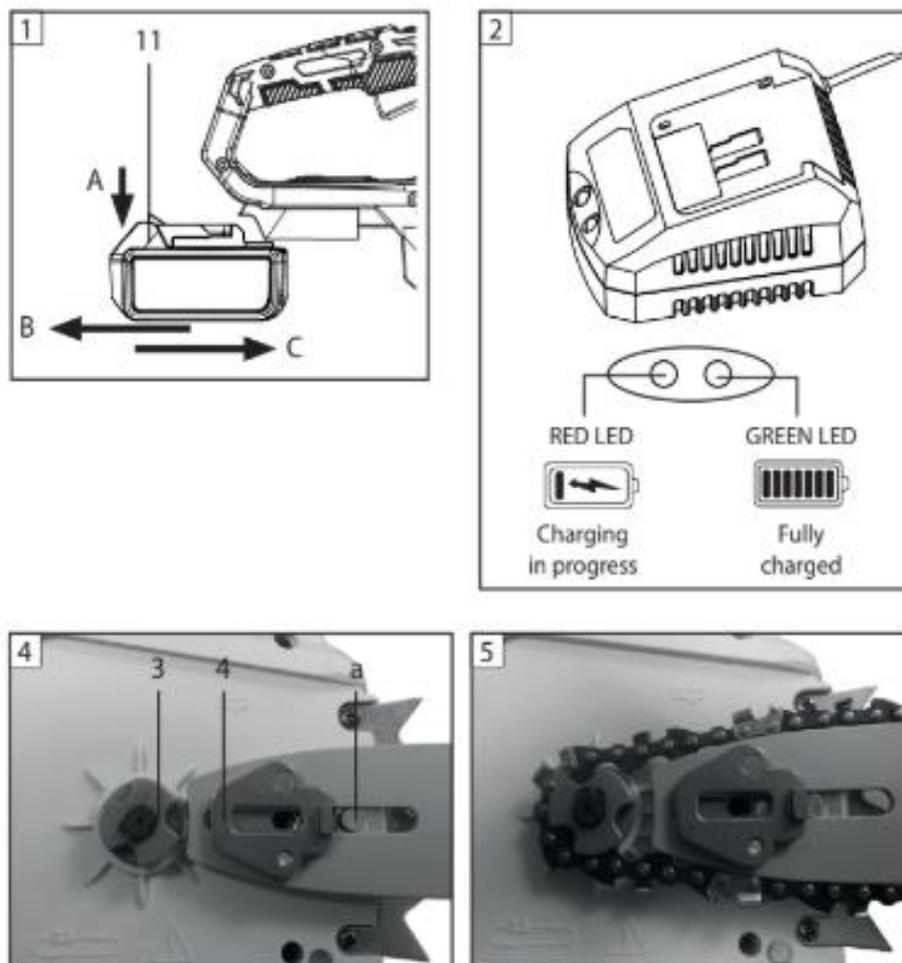

Рис.2
2. Поверните барашковую гайку (10) против часовой стрелки, пока она не вытащится.
3. Снимите крышку звездочки цепи (8).
4. Установите шину так, чтобы осевой штифт (рис.2, кадр 4, поз. а) на пиле находился в пазу шины (рис. 2).